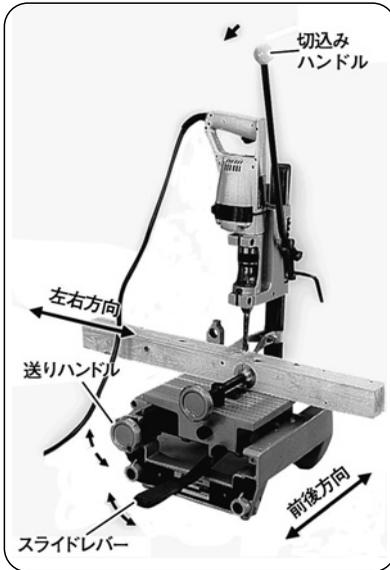

図 17
- (1) 送りハンドルを矢印方向にまわすと前後方向に移動します。(図 17)
- (2) スライドレバーを矢印方向に動かすと左右方向に移動します。(図 17)
- (1) 切込みハンドル(図 17 参照)を操作して角のみを下げ、スミ線と角のみの位置関係がよくわかるようにしておきます。
穴あけは、切込みハンドルを矢印方向に動かして行ないます。(図 17 参照)